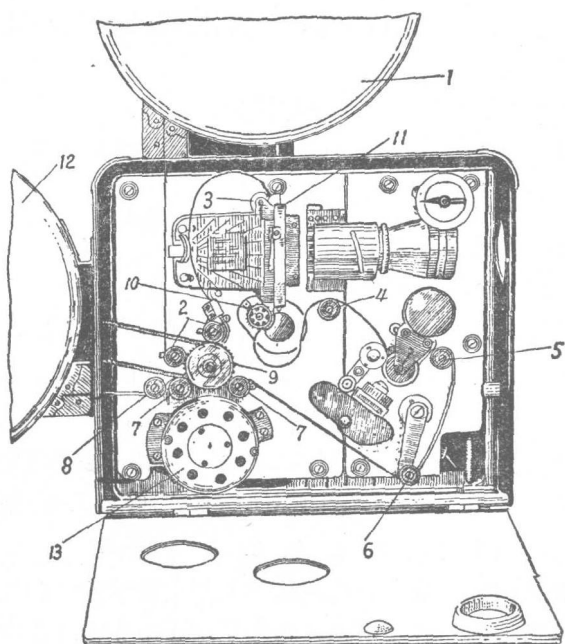

图3 FL-35型放映机
1.输片部分 它包括下列主要部件（参看图3）。
（2）滑轮——是使影片在输片部分按一定方向走动的机件。它的作用随所在位置的不同而有差别，FL-35型放映机的滑轮如图3中2、3、4、5、6、7、8所示。
（3）输片齿轮——是放映机上用来输送影片的机件。FL-35型放映机共有两个输片齿轮，图3中9是综合输片齿轮，它是以均匀速度输片的，在片路中具有拉片和阻片的双重作用。图中10是间歇输片齿轮，它将影片从片门中一停一动地拉过。